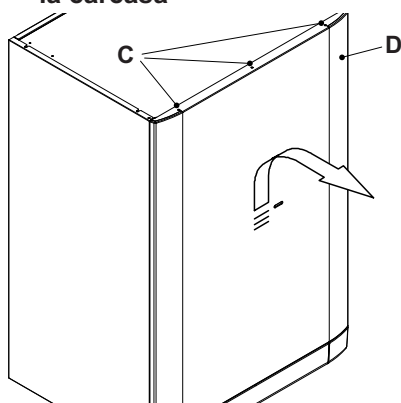

Fig. 9.1
- Quite los tornillos (C) y desmonte el pa-
nel frontal (D) desplazándolo hacia arriba para liberarlo de los ganchos inferiores Fig. 9.1.